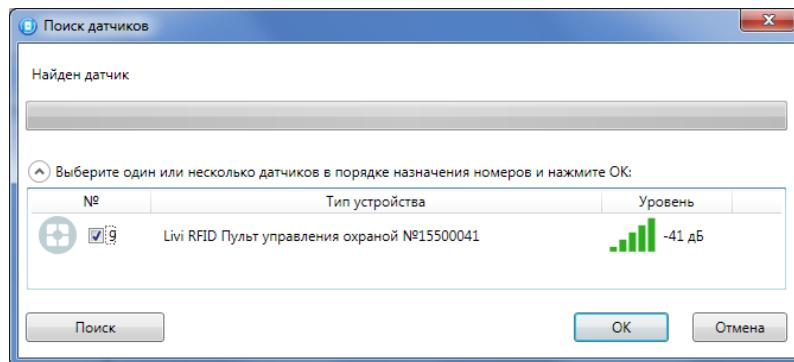

Рис. 9.6. Поиск радиоустройства
- В следующем окне (Рис. 9.6) будет отображен список устройств, доступных для связывания в радиусе действия радиоканала. Если подключаемого устройства нет в списке, то его следует повторно перевести в режим связывания (любое устройство серии Livi находится в режиме связывания ровно 60 секунд).